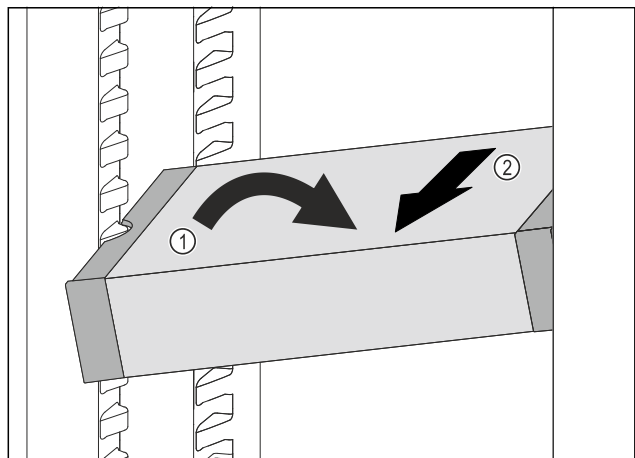

Fig. 207
- ▶ Расположите VarioSafe в холодильном отделении под наклоном. *Fig. 207 (1)*
- ▶ Извлеките VarioSafe движением вперед. *Fig. 207 (2)*